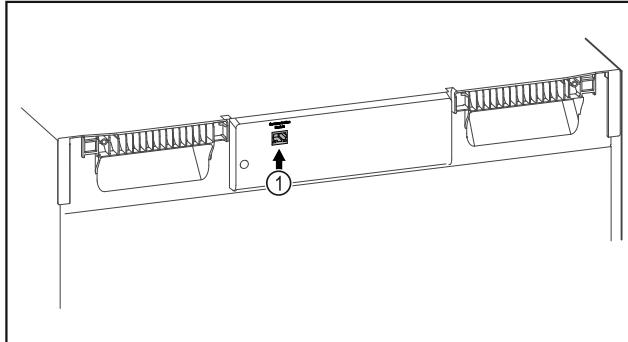

Fig. 110
- ❑ Το SmartModule Fig. 110 (1) χρησιμοποιείται.